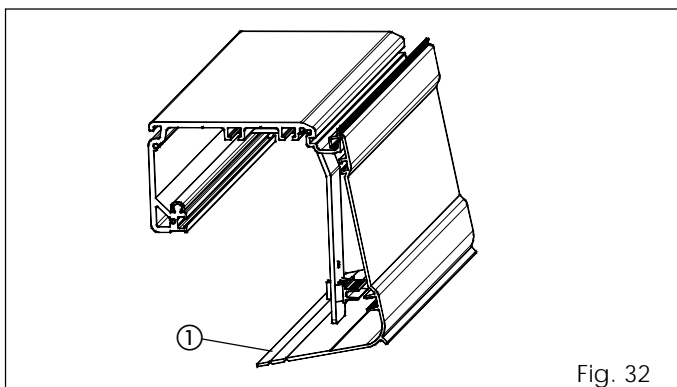

Fig. 32
- Le verrouillage du capot se produit au niveau des brides par l'intermédiaire de crochets spécifiques (fig. 32).
- Casser le profilé du capot inférieur en excès en utilisant une paire de pinces (fig. 32 réf. ①).